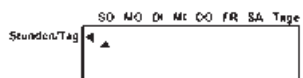

Abb.11
- Oben auf dem Display wird jetzt ein Dreieck erscheinen, das den Tag zeigt (Abb. 11).